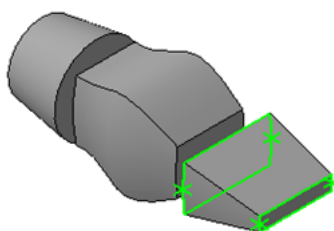

Рис. 11.14. Операция по сечениям эскиза 6,7
13. Выберите команду **Операция по сечениям** . Укажите последовательно эскизы 6, 7. Завершите команду (рис.11.14).